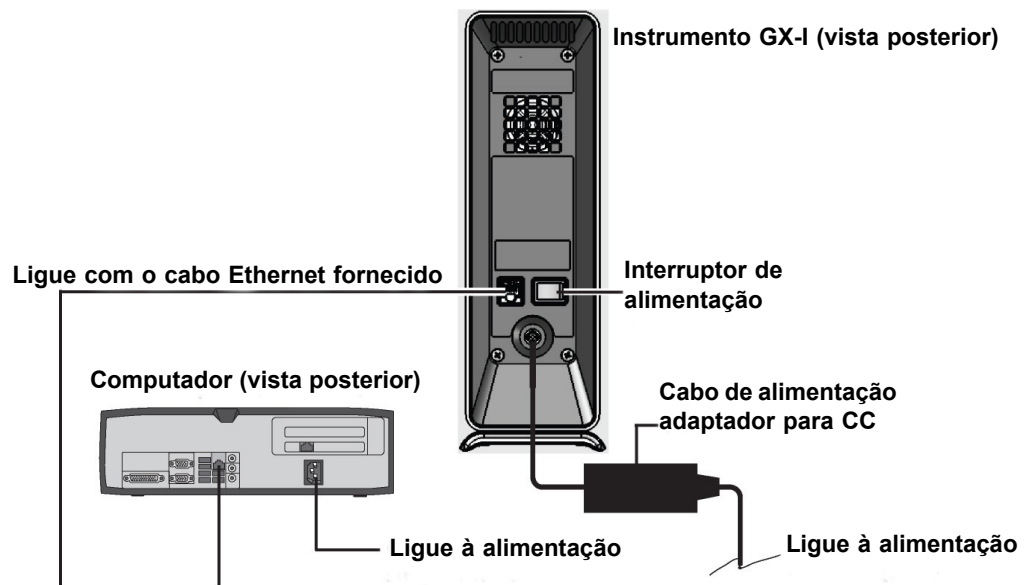
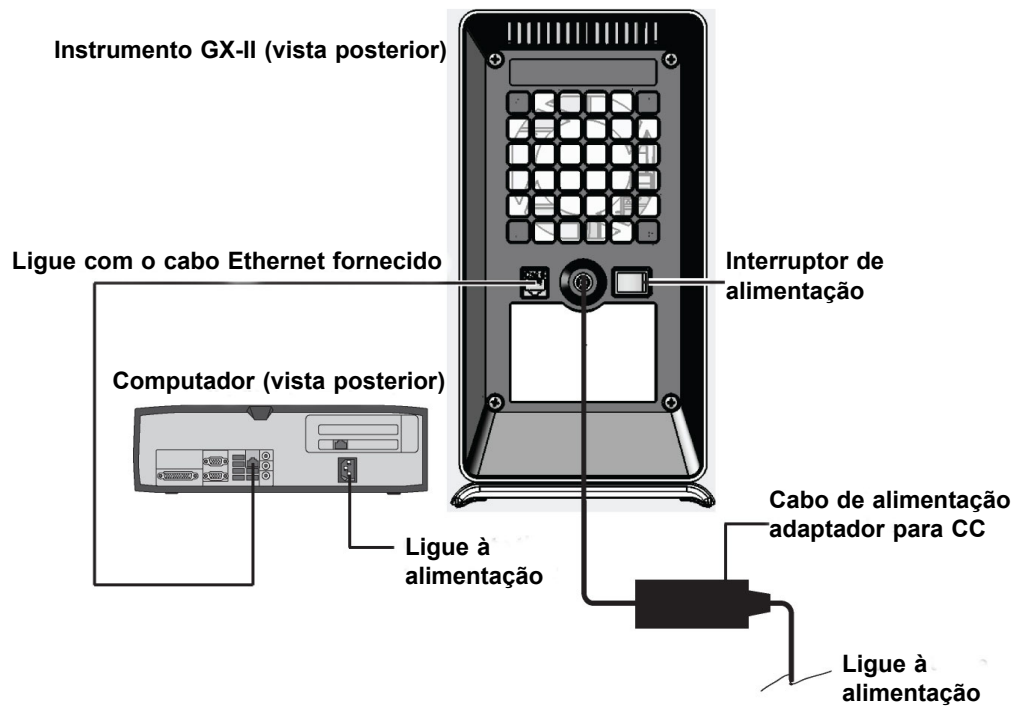
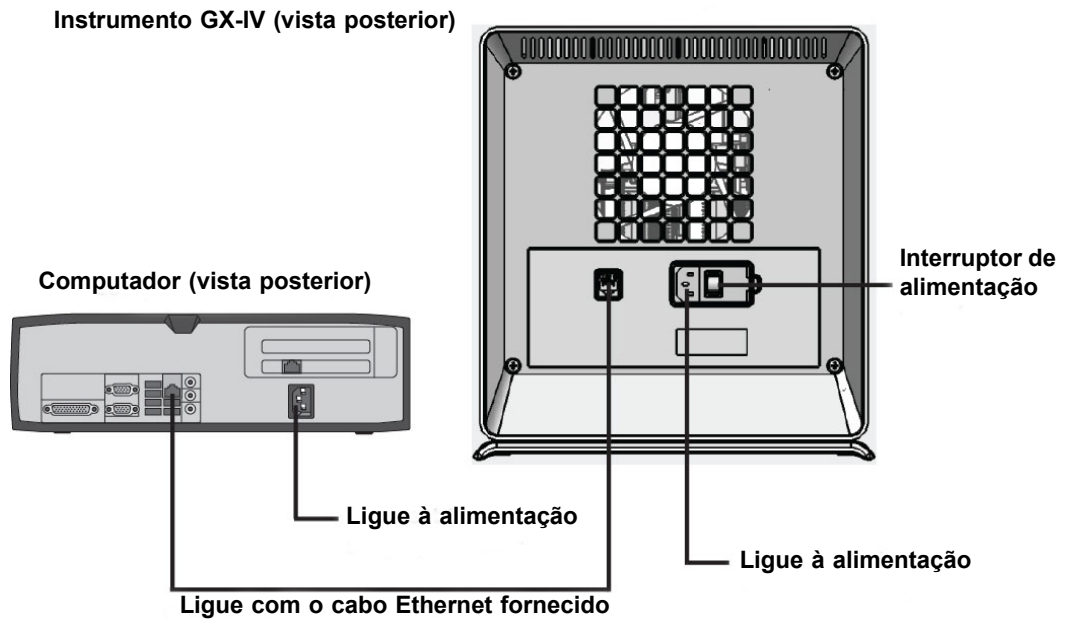
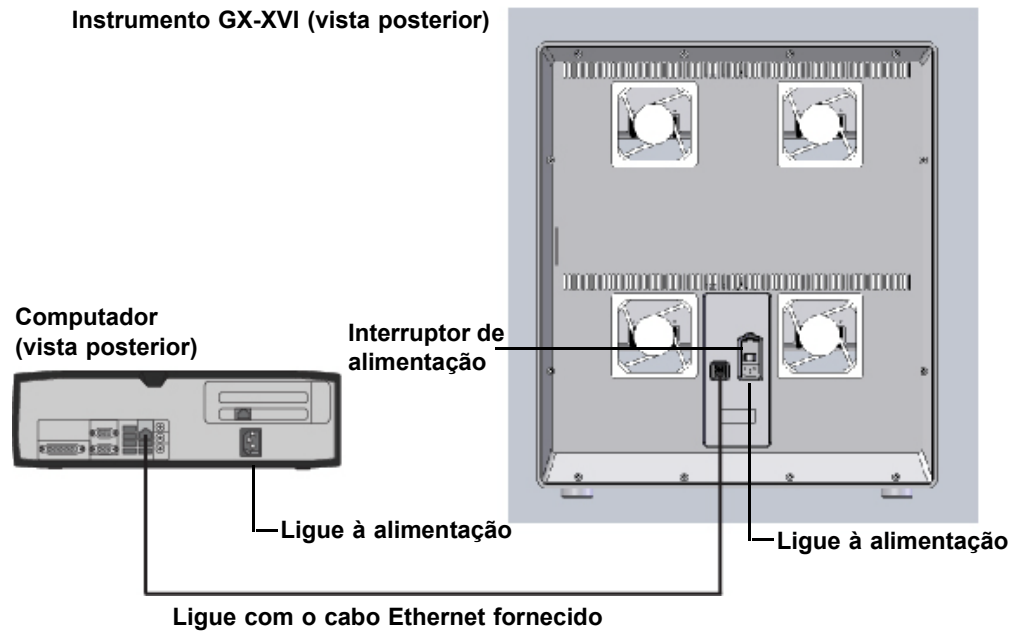

Figura 2-1. Ligar o instrumento GX-I ao computador de secretária
Figura 2-2. Ligar o instrumento GX-II ao computador de secretária
Figura 2-3. Ligar o instrumento GX-IV ao computador de secretária
Figura 2-4. Ligar o instrumento GX-XVI ao computador de secretária
3. Ligue uma extremidade do cabo Ethernet fornecido à porta de rede na parte posterior do computador (dependendo do modelo GeneXpert, ver figura 2-1, figura 2-2, figura 2-3 ou figura 2-4 para sistemas com computador de secretária e figura 2-5, figura 2-6, figura 2-7 ou figura 2-8 para sistemas com computador portátil). Uma etiqueta indica que a porta se destina a utilização com o instrumento GeneXpert.
4. Ligue a outra extremidade do cabo Ethernet à porta de rede no painel inferior posterior do instrumento (ver figura 2-1, figura 2-2, figura 2-3 ou figura 2-4 para sistemas com computador de secretária e figura 2-5, figura 2-6, figura 2-7 ou figura 2-8 para sistemas com computador portátil).